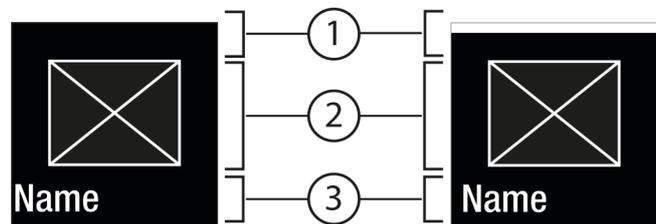
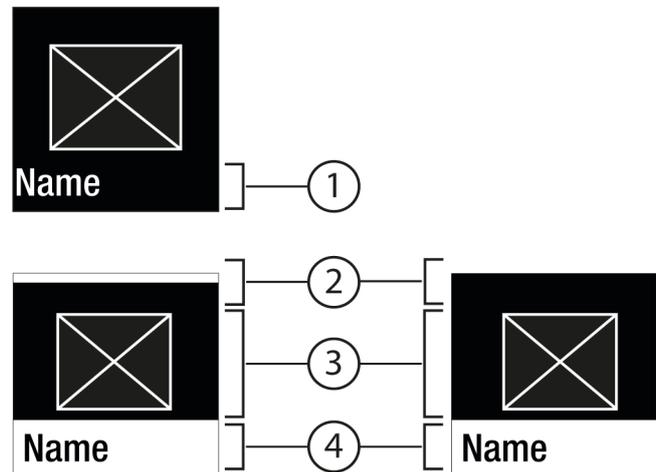

Fig. 6
Fig. 7
- Avec Confirmer Fig. 5 (2), appeler le sous-menu Fig. 7 (4).
- ▶ Régler une nouvelle valeur : Avec Confirmer *Fig. 5 (2)*, sélectionner une valeur désactivée *Fig. 6 (1)*.
- ▶ Retour au menu : Avec Confirmer *Fig. 5 (2)*, sélectionner la valeur déjà activée *Fig. 6 (2)*.
- ▷ Status : activé *Fig. 6 (1)* s'affiche brièvement dans le sous-menu *Fig. 7 (4)*.